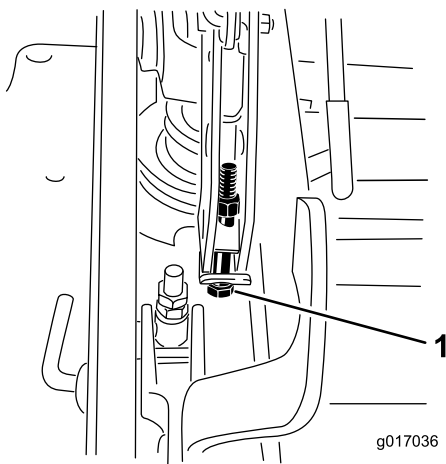

**Figura 74**
- Para ajustar el sistema de ajuste de un solo punto, afloje los dos pernos situados cerca del borde inferior de la pletina de altura de corte. Consulte Figura 74.
14. Apriete los dos pernos situados cerca del borde inferior de la pletina de altura de corte (Figura 74). Apriete a 37–45Nm (27–33pies-libra).